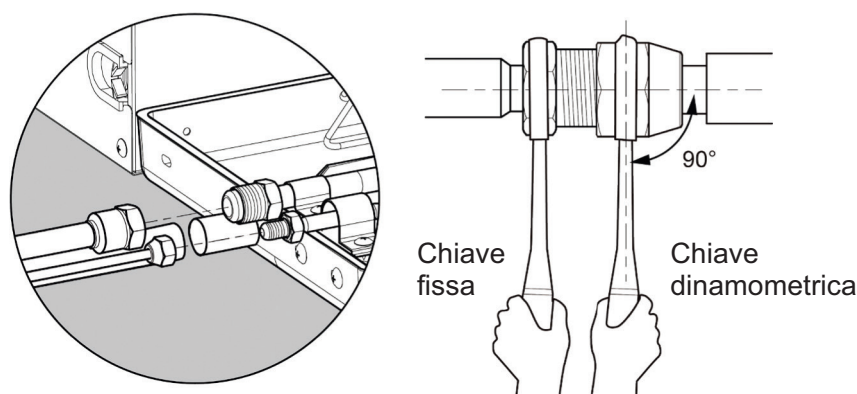

Fig. 3.4.1
- (1) Prima di saldare il tappo di tenuta della tubazione, assicurarsi che non vi sia refrigerante nella tubazione. Se lo si salda direttamente, potrebbe causare danni materiali o lesioni personali non necessari.
- (2) Attenersi ai seguenti principi durante il collegamento delle tubazioni: la tubazione di collegamento deve essere la più corta possibile. Il dislivello tra Unità Interne ed Esterne dovrebbe essere il più ridotto possibile. Mantenere il numero di curvature al minimo indispensabile. Il raggio di curvatura dovrebbe essere il più ampio possibile.
- (3) Saldare i tubi di collegamento tra Unità Interna ed Esterna. Si prega di conformarsi rigorosamente ai requisiti per il processo di saldatura. Non sono consentiti giunti di colofonia e fori di spilli.
- (4) Durante la posa dei tubi, fare attenzione a non deformarli. Il raggio di curvatura deve essere superiore a 200 mm. I tubi non possono essere ripetutamente piegati o allungati, altrimenti il materiale si indurrà. Non piegare o allungare il tubo più di tre volte nella stessa posizione.
- (5) Utilizzare una chiave dinamometrica per collegare il dado all'Unità Interna. fare riferimento alla Fig. 3.4.1 di seguito riportata.